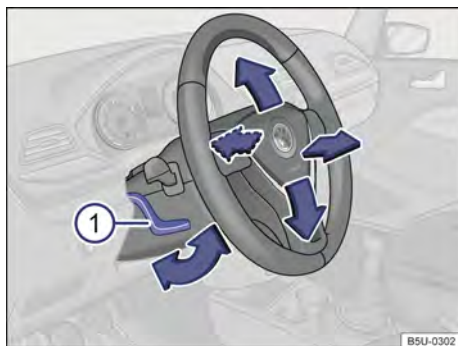

Fig. 59 Embaixo e à esquerda do volante junto com o revestimento da coluna de direção: alavanca de ajuste da posição do volante.
- Empurrar a alavanca → Fig. 59 ① para baixo e colocar o volante na posição desejada.